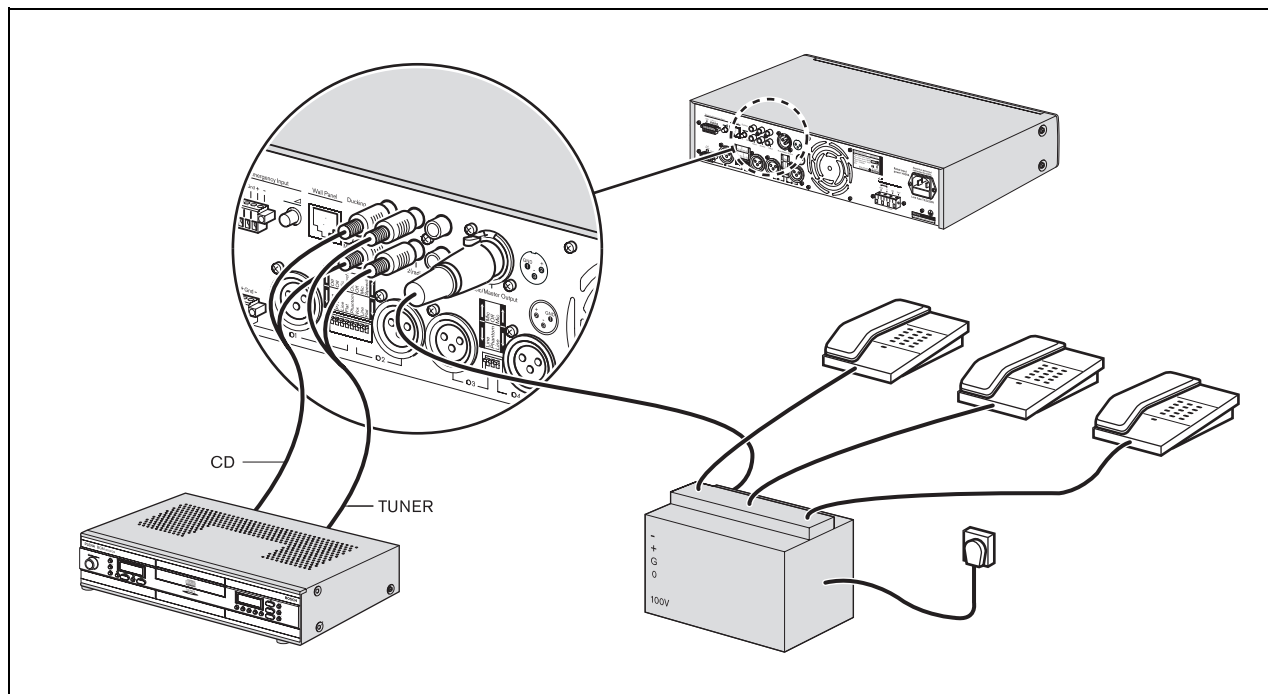

figure 4.8: Connexion d'entrées de sources musicales
Utilisez le connecteur de sortie musicale (8) pour fournir une source de sortie musicale dédiée pour un autre dispositif. Par exemple, la sortie musicale principale peut être connectée à un coupleur téléphonique afin que les appelants écoutent une musique lorsque leur appel est en attente (voir figure 4.8).